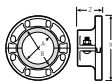

FIGURE 1
1. Pour une jonction étanche, l'aire de contact grise (figure 1) doit être exempte de toute rayure, ondulation ou déformation de quelque nature que ce soit. Toute finition rugueuse n'est pas acceptable.